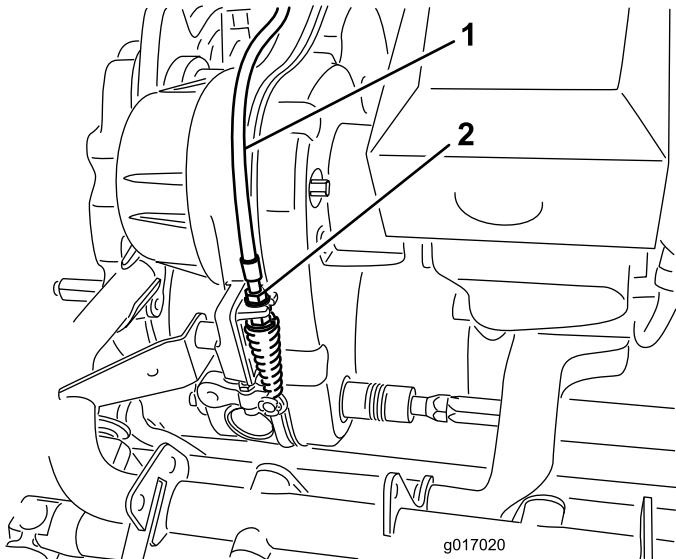

Рисунок 47
- На переходнике трансмиссии отрегулируйте тросик управления барабаном (Рисунок 47) так, чтобы длина пружины составила 70,6-72,4 мм.